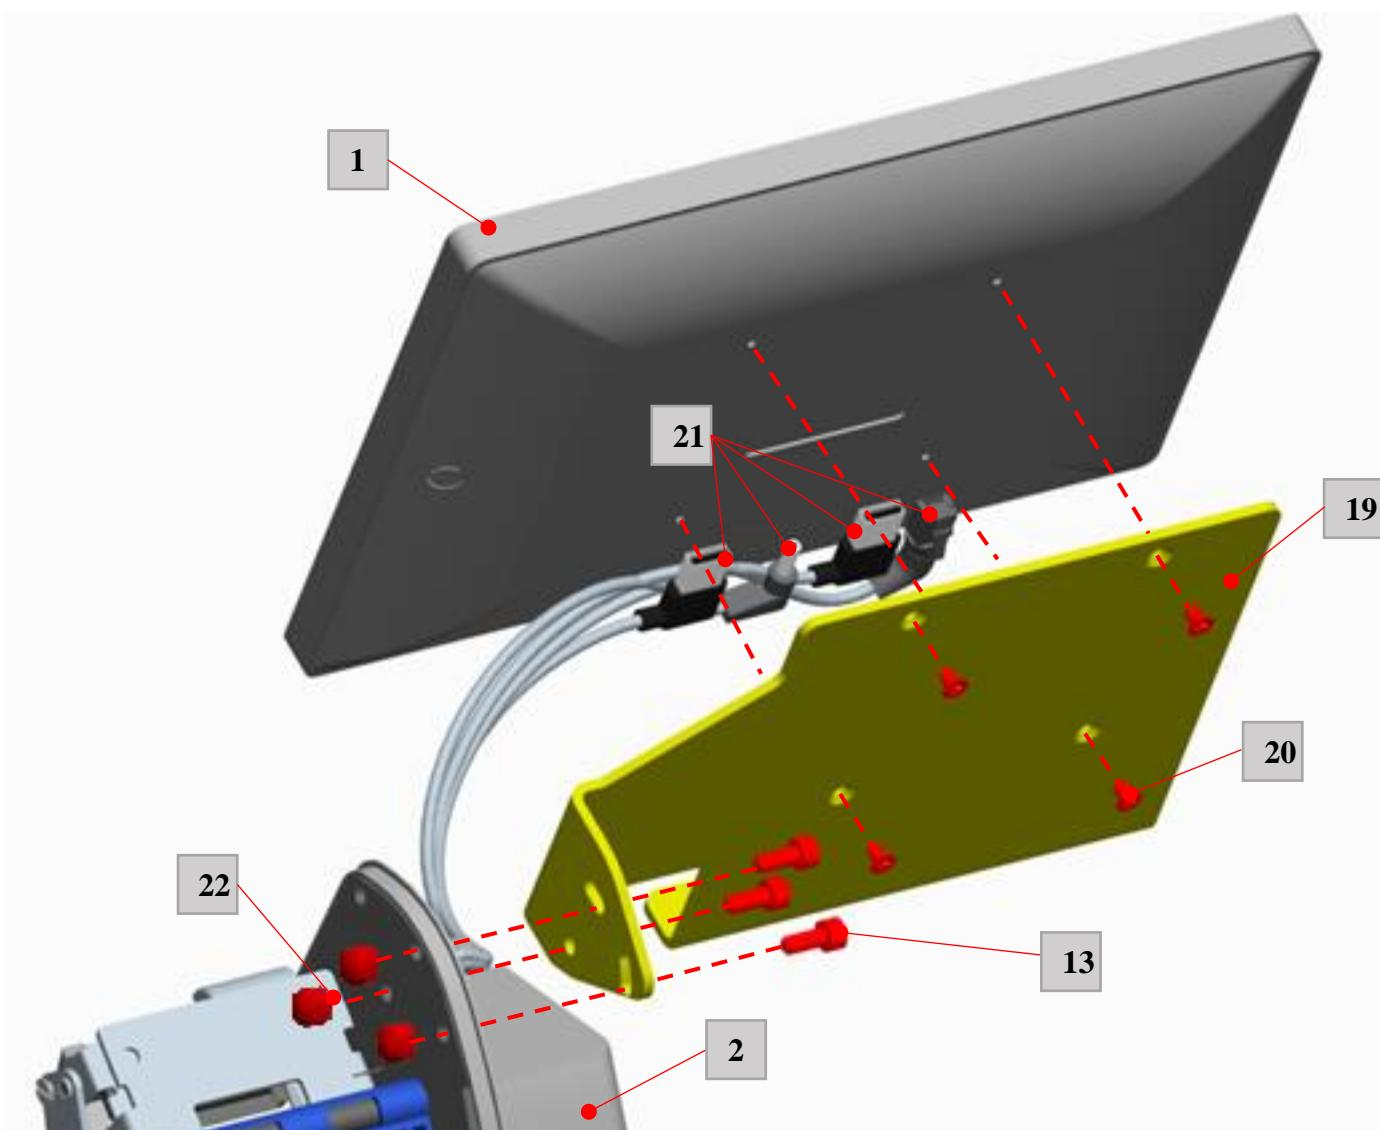

Рисунок 3 – Установка сенсорного экрана на устройстве печатающем
3.2.5 Подключите поочередно кабели устройства печатающего [21] (4 шт.) к соответствующим разъемам сенсорного экрана. (см. рис.3).